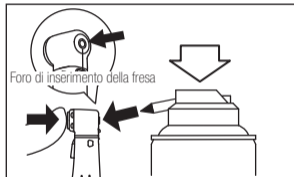

Fig. 11
- 2) Lubrificare il mandrino direttamente attraverso il foro di inserimento della fresa. (Fig. 11)